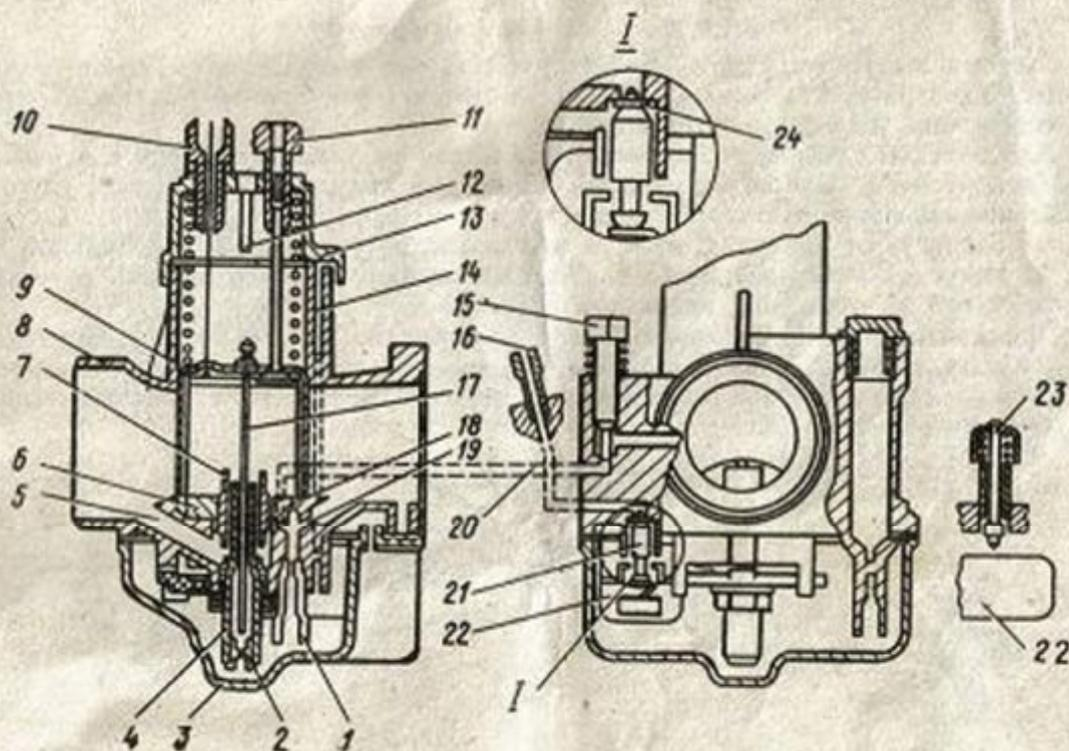

Рис. 5. Карбюратор К62С:
5.1.3. Карбюратор К62С (рис. 5) и бензокран КР-12